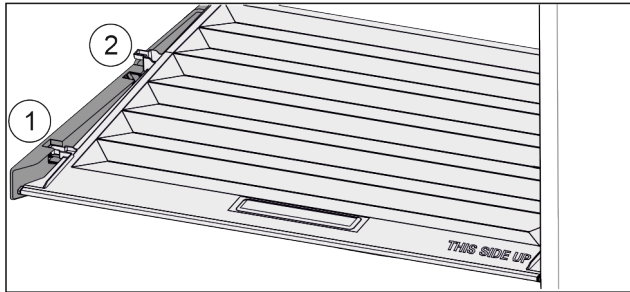

Fig. 50
- ▶ Deckel bis zur Öffnung in den Halteteilen nach vorne ziehen Fig. 50 (1).
- ▶ Hinten von unten anheben und nach oben wegnehmen Fig. 50 (2).